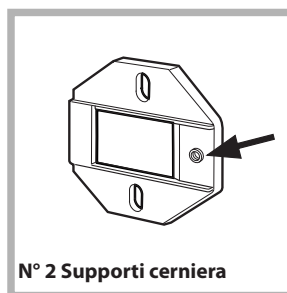

Fig. 1
- Montare i supporti cerniera alla facciata posizionando il foro indicato da una freccia nella *fig. 1* verso l'interno della facciata interponendo un distanziale (*fig. 4/B*), utilizzando le viti tipo **C**.